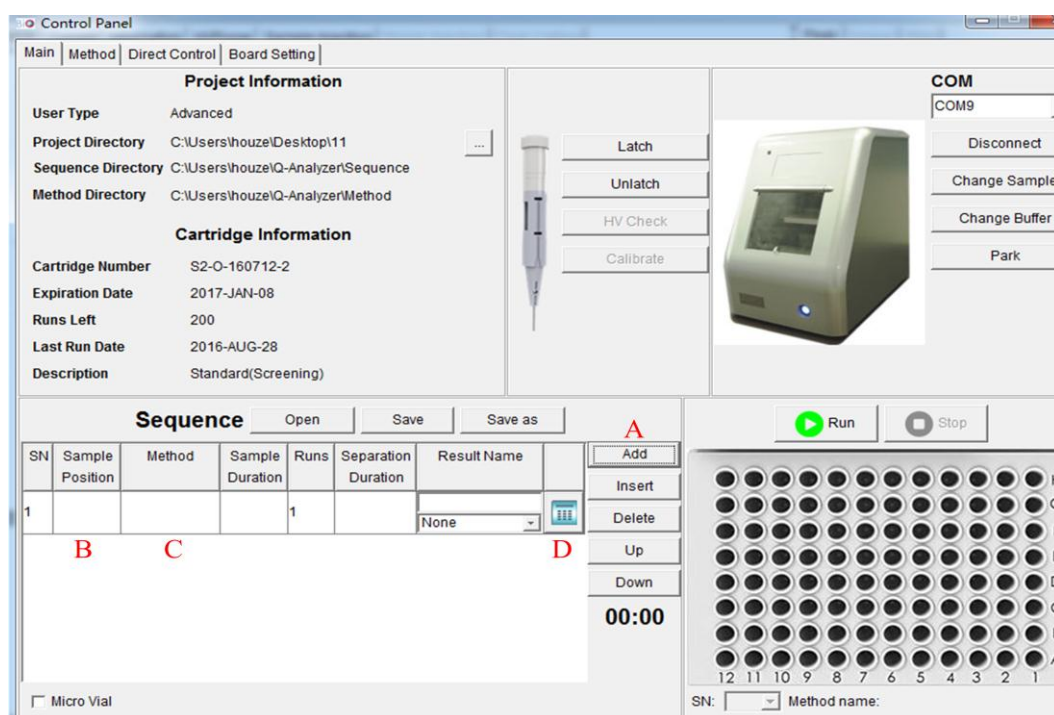
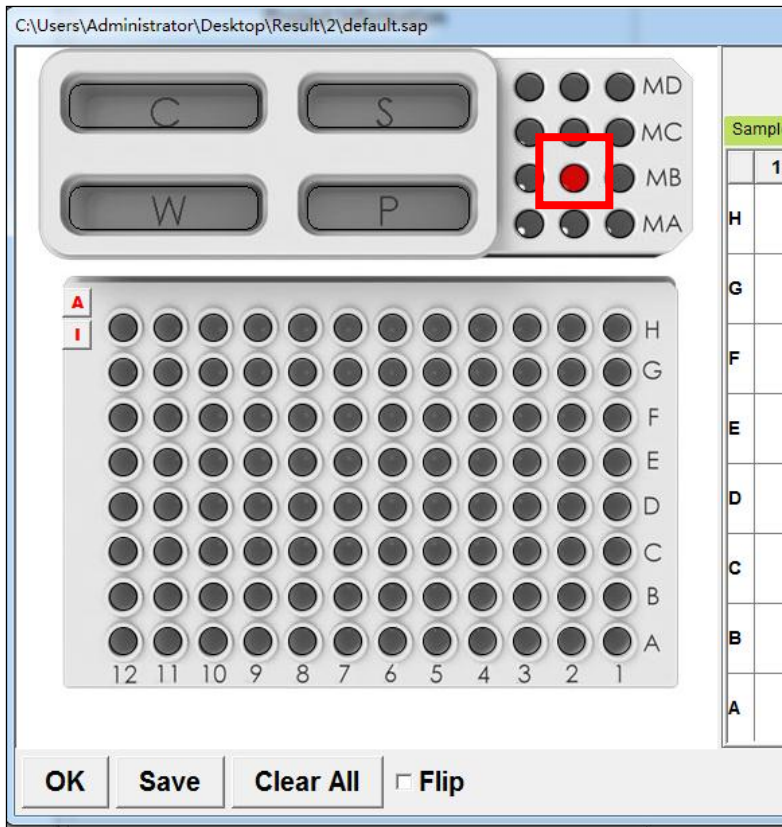

图 2 添加新程序
图3 MB2 孔的选择
(2) 校准完成后，Add 一个新程序（图 2），点击 Sample Position 下方空白格子（B 处），在弹出的窗口中选中 MB2 孔（图 3），点击 OK。